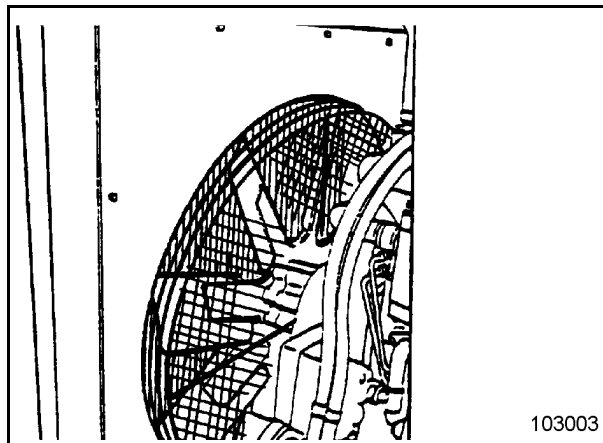

Fig. 3-135:
- ➔ Ventilatorblätter (Fig. 3-135:) reinigen.